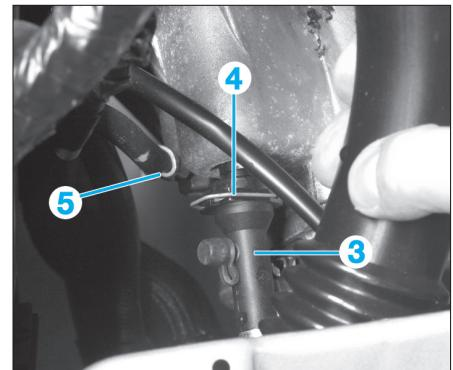

FIG. 6
- le support d'échappement (2) sur la boîte de vitesses,
- Débrancher la canalisation de commande d'embrayage (3) en poussant sur l'agrafe (4) (Fig.6).